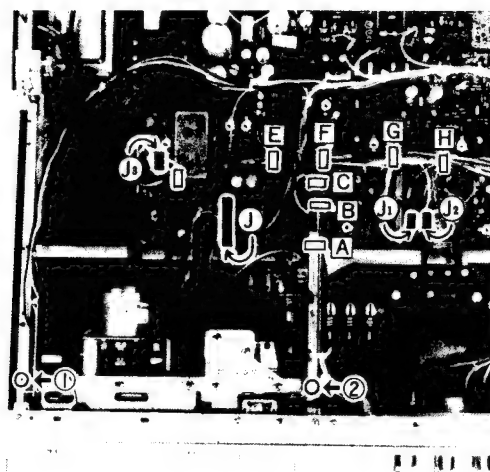

Abb. 3
- b) Entfernen Sie den gebündelten Teil [A] -- [H], wie in der Abb. 3 dargestellt ist.
c) Entfernen Sie (J), (J1) -- (J3) entsprechend er Abb. 3.
d) Schrauben (1) und (2) in der Abb. 3 (Gewindebohren 3 x 6) lösen.
Dieser Teil kann abgenommen werden, indem Sie die Schrauben ①, ② in der Abb. 3 lösen und den Mechanismus herausdrehen.